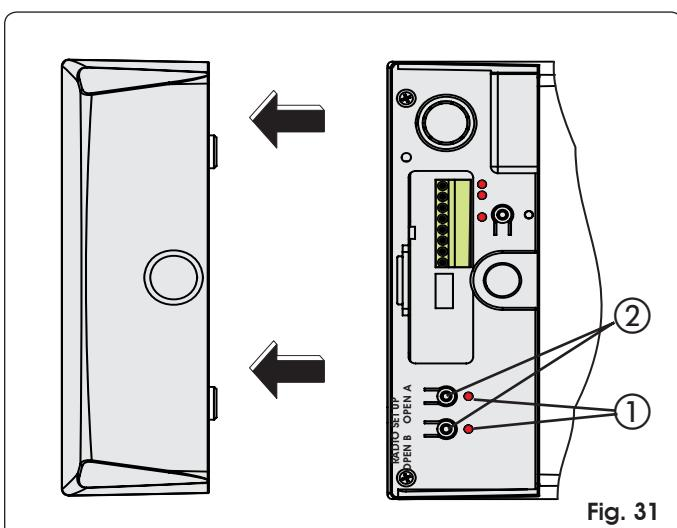

Fig. 31
- 2) Appuyer, pendant 1 seconde, sur le bouton-poussoir OPEN A ou OPEN B. (Fig. 31 ref. ②) pour mémoriser respectivement l'ouverture totale ou l'ouverture partielle.
- 3) La LED correspondante (Fig. 31 ref ①), commence à clignoter lentement pendant 5 s.
- 4) Appuyer, pendant 1 seconde, sur le bouton-poussoir OPEN A ou OPEN B (Fig. 31 ref. ②), pour mémoriser respectivement l'ouverture totale ou l'ouverture partielle.
- 2) Appuyer, pendant 1 seconde, sur le bouton-poussoir OPEN A ou OPEN B (Fig. 31 ref. ②) pour mémoriser respectivement l'ouverture totale ou l'ouverture partielle.